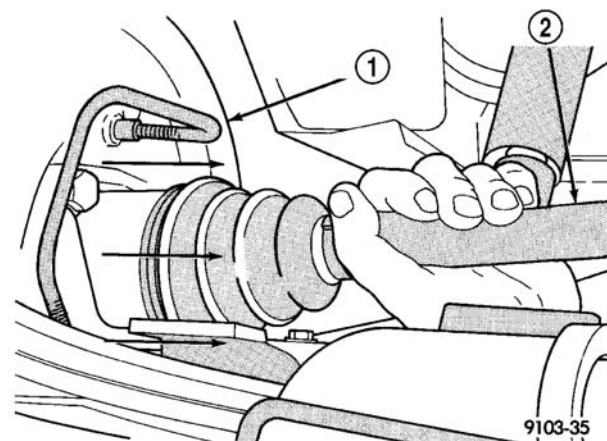

图 4 半轴的安装
- (1) 穿过轮毂轴承安装外等速万向节短轴（图 4）。
- (2) 半轴受弹簧负载。轻轻地压缩内半轴万向节并向上推，直至内等速万向节法兰盘与后差速器输出法兰盘结合。